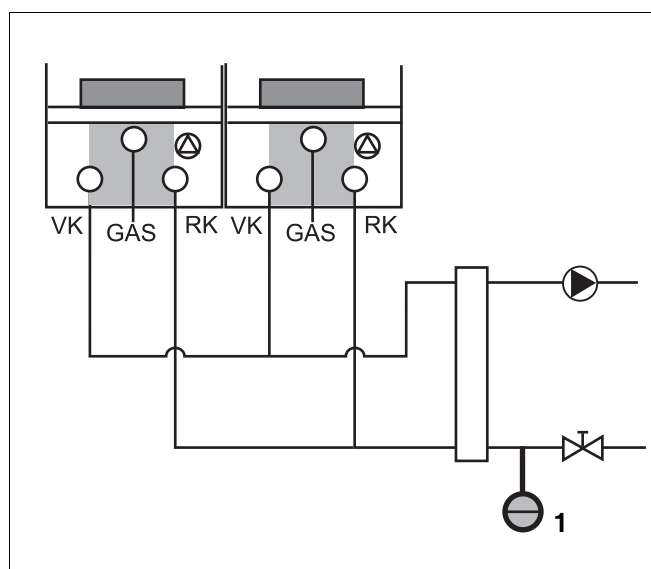

Fig. 21 Aansluiten expansievat bij meervoudige opstelling (Cascadeopstelling)
- Sluit in dit geval het expansievat [1] aan de secundaire zijde van de open verdeler aan in de retour, zodat elk cv-toestel in verbinding met het expansievat staat (→ fig. 21). Zie voor meer informatie hierover de installatie-instructie van het cascade-systeem.